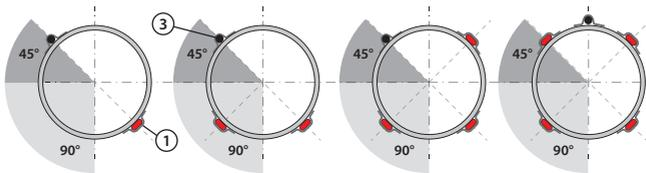

Bild 2
5. Raka ledningar och givare ska monteras enligt bild 2. Lindade kablar fästs med aluminiumtejp på det sätt som visas, med cirka en meters mellanrum.